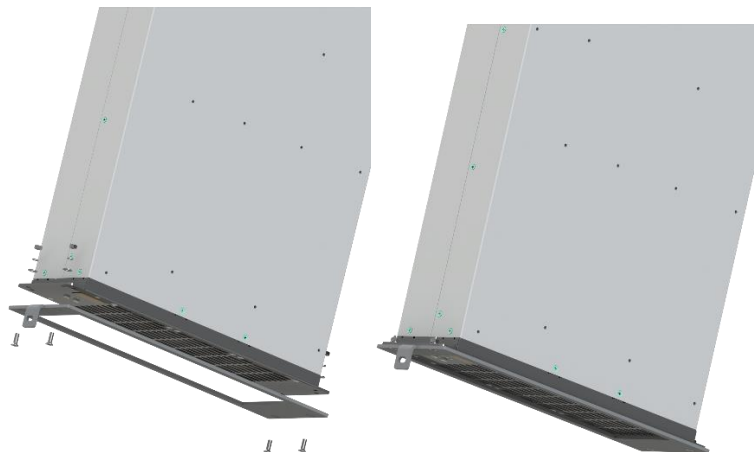

Рисунок 12 - Зарядний модуль з кронштейном
7. Закріпіть кронштейн на модулі за допомогою знятих кріплень (рис. 12).